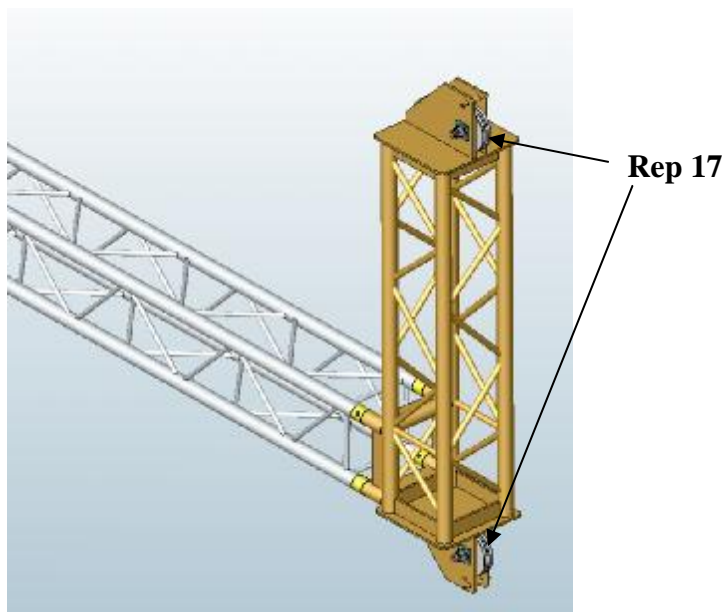

fig.10
c) Passer le câble du treuil sur les 2 poulies (rep 17) (fig.10).